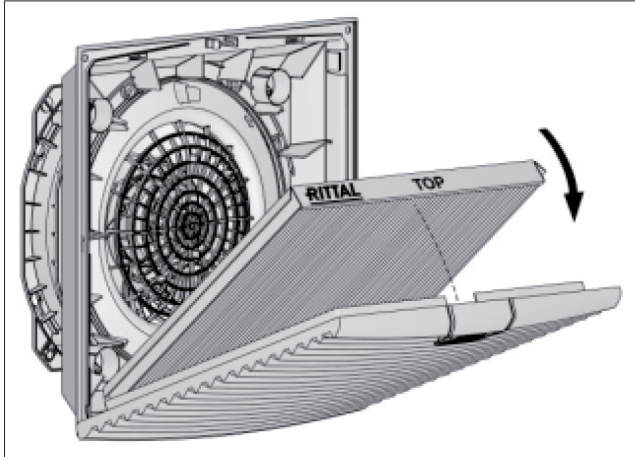

図7: プリーツフィルター IP54 の挿入
- ルーバーグリルにプリーツフィルターを挿入します。レタリング「Top」が挿入方向を示します (図7参照)。